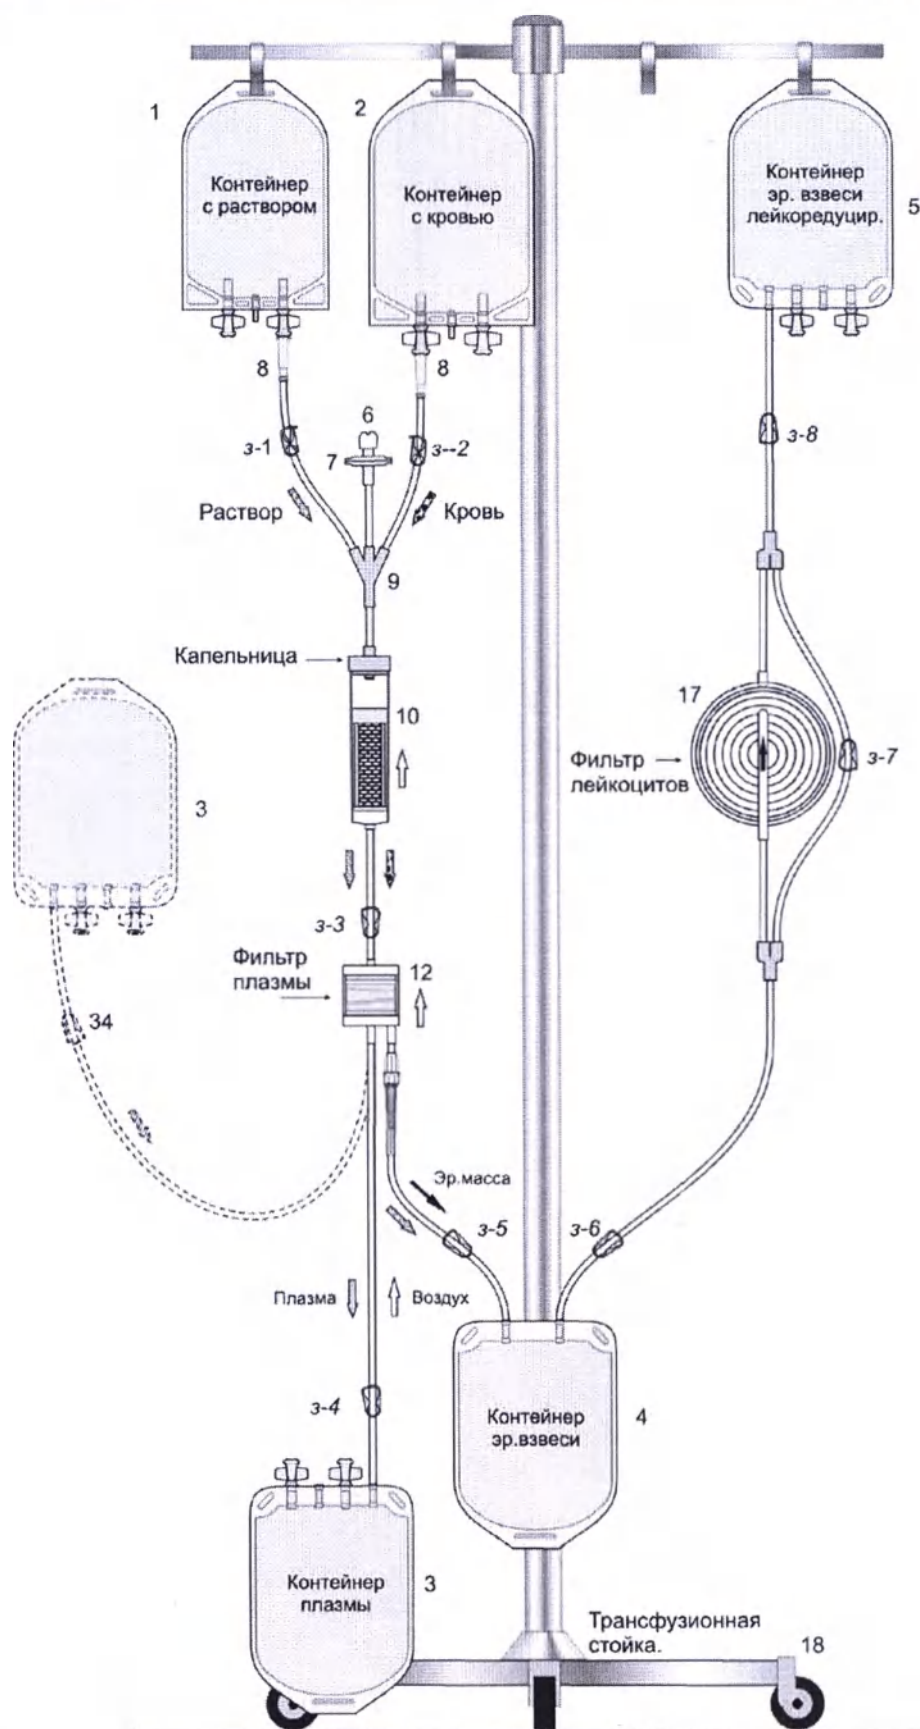

Рис. 2. Расположение мобильного гравитационного сепаратора крови «ГемоСеп» на трансфузионной стойке. Фракционирование (сепарирование) крови.
2. Подвешивание контейнеров 1 и 2 на трансфузионной стойке на высоте 170–190 см (рис. 2).
На рис. 2 и 3 показано начальное расположение элементов сепаратора на трансфузионной стойке перед фракционированием крови. Стрелки на рис. 2 и 3 указывают пути перемещения раствора САГМ, крови, плазмы, эритроцитной массы/взвеси и воздуха.
5. Разместить контейнеры сепаратора на трансфузионной стойке 18, как показано на рис. 2.
8. После опорожнения контейнера с раствором САГМ сразу закрыть синий зажим 3-1 на линии раствора САГМ, не допуская попадания воздуха в трубку, тут же поднять контейнер для плазмы 3 и закрепить его на трансфузионной стойке (показано пунктиром на рис. 2). Наблюдать как раствор САГМ из контейнера для плазмы 3 через плазмодифильтер перетекает в контейнер для эритроцитной взвеси 4.